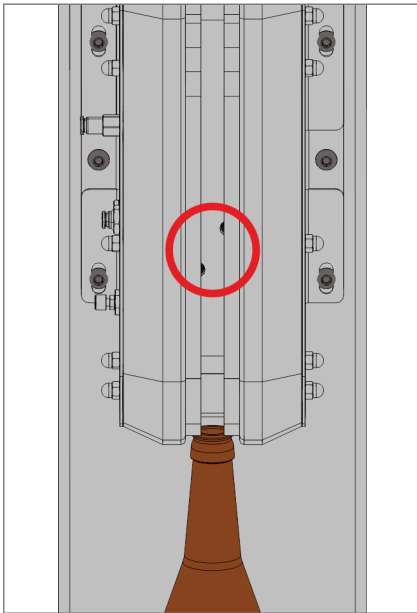

Abb. 35 Oberer und unterer Zylinder an der Rutsche
- ▶ ■ Nachdem Sie die beiden Drucktaster **einmal** gedrückt haben, fährt zuerst der untere Zylinder ein und gibt die Rutsche frei (Abb. 35). Zwischen dem oberen und dem unteren Zylinder an der Rutsche befindet sich noch kein Kronkorken, der zum Verkorkerkopf transportiert werden kann.
- Wenn der untere Zylinder wieder ausgefahren ist, fährt der obere Zylinder ein und gibt die Rutsche frei (Abb. 35). Ein Kronkorken rutscht zwischen den oberen und den unteren Zylinder an der Rutsche.